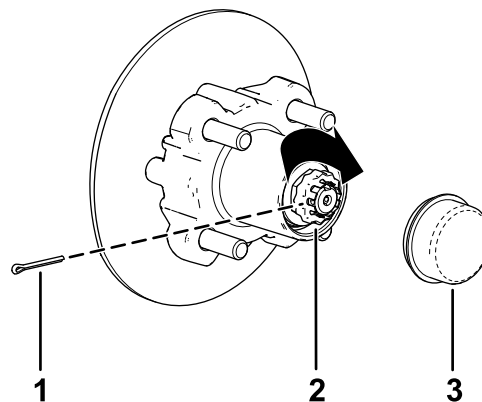

Figura 35
8. Coloque el retén sobre la tuerca y compruebe la alineación de la ranura del retén y el taladro de la claveta del eje (Figura 35).
9. Instale la claveta y doble las patas alrededor del retén (Figura 35).
10. Instale el tapón guardapolvo sobre el cubo (Figura 35).